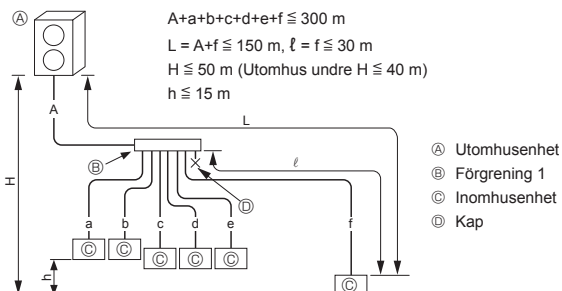

Fig. 4-1
4.2.1. Anslutning utan Avgrenningsdosa (Fig. 4-1)